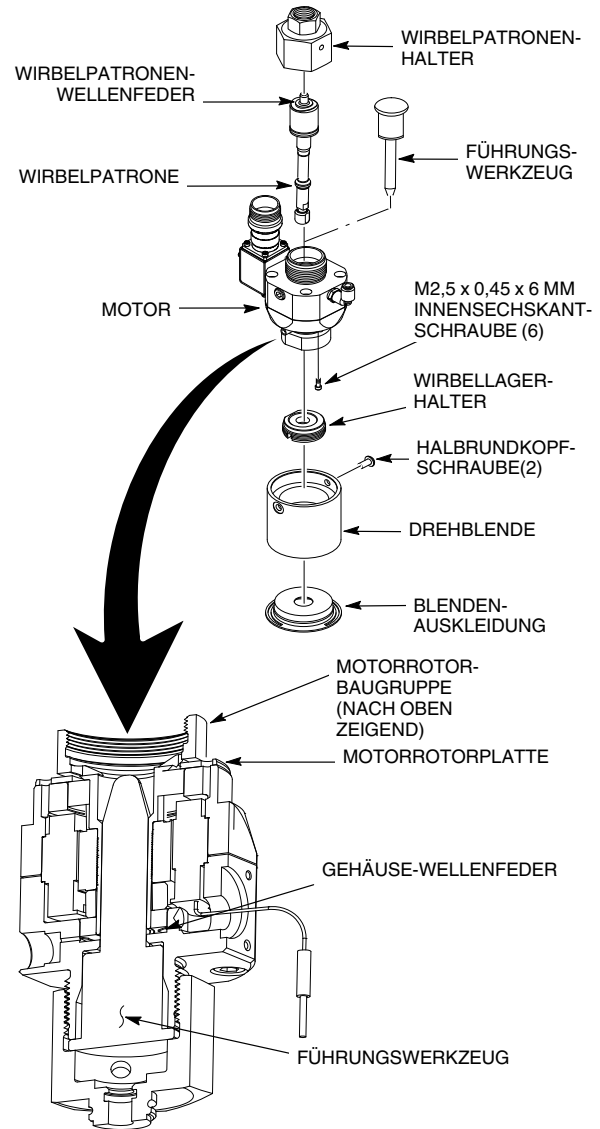

Abb. 1 Motorrotor ersetzen
1. Siehe Abb. 1. Die Halbrundkopfschrauben abnehmen, mit denen die Drehblende am Motor befestigt ist.
1. Siehe Abb. 1. Die Innensechskantschrauben, die die Motorrotorplatte am Motor halten, abnehmen und aufbewahren. Die Motorrotorbaugruppe aus dem Motor ziehen.